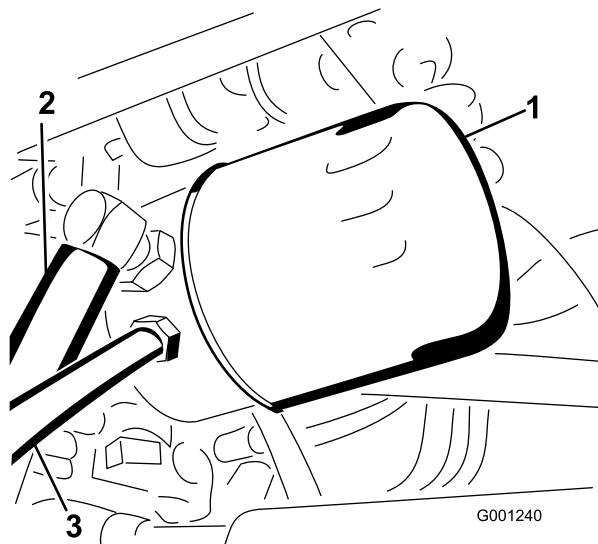

Bild 70
4. Reinigen Sie den Bereich um den Hydraulikölfilter und nehmen Sie den Filter ab (Bild 70).